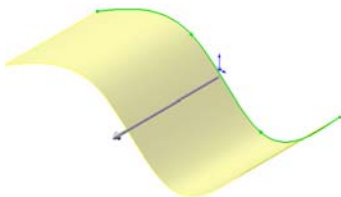

图 6-14 [面—拉伸] 属性管理器
3. 出现[曲面—拉伸]属性管理器, 如图 6-14 所示。